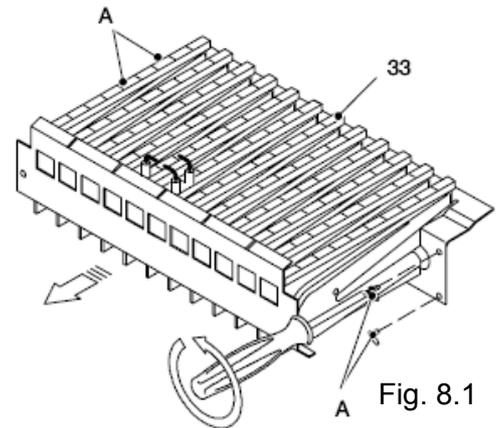

Fig. 8.1
3. Retirar o painel frontal da câmara de combustão e o queimador 33 da fig. 8.1.